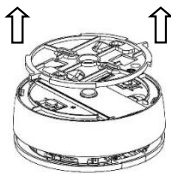

Figura 5
2. Quitar el soporte de montaje de plástico del detector (ver la Figura 5).
1. Quitar el soporte de montaje de plástico del detector (*ver la Figura 5*).